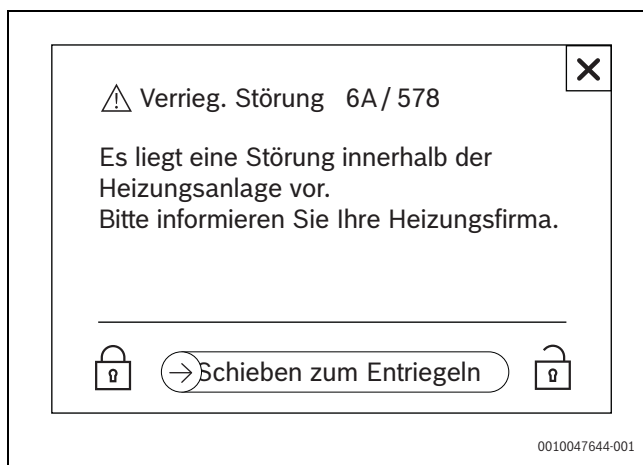

Bild 71 Verriegelnde Störung (Beispiel)
- Entriegelung erfolgt über → Schieben zum Entriegeln (→ Bild 71).